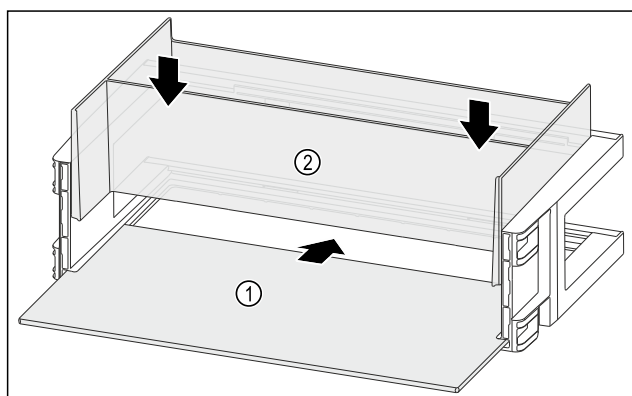

Fig. 126
- Inserire il ripiano Fig. 126 (1) negli incavi laterali.
- Inserire l'organizzatore Fig. 126 (2).